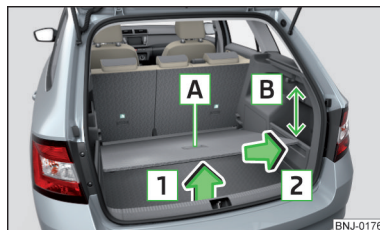

Рис. 103 Вилучення змінної підлоги багажника
- Підійміть змінну підлогу за ручку **A** в напрямку стрілки **1** таким чином, щоб її задній край знаходився приблизно на 15 см **B** нижче за край полиці, що згортається » Рис. 103.
- Візьміть змінну підлогу за ручку **A** » Рис. 103.
Під час виймання/встановлення змінної підлоги багажника відстань від краю полиці, що згортається, має складати 15 см [B] » Рис. 103 – інакше ущільнення кришки багажника можна пошкодити.